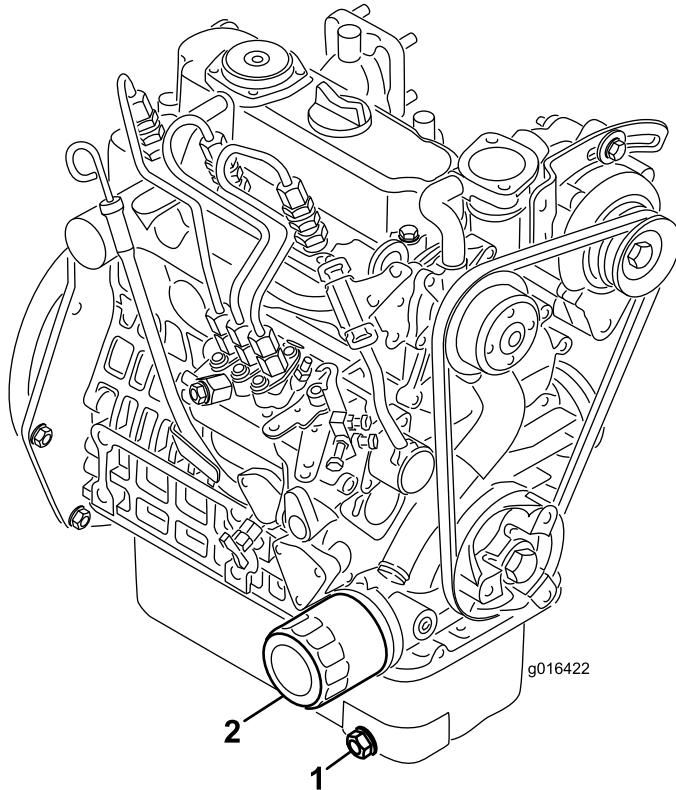

Figura 38
- Togliete il tappo di spurgo (Figura 38) e lasciate defluire l'olio in una bacina. Quando l'olio cessa di defluire, rimontate il tappo.